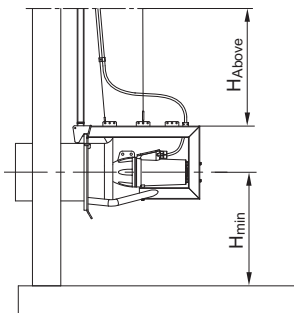

Рис. 4 Расстояние до поверхности жидкости и дна резервуара
- Расстояние от середины насоса до дна резервуара ( $H_{\min}$ ) должно равняться диаметру рабочего колеса. См. рис. 4.
См. рис. 4.